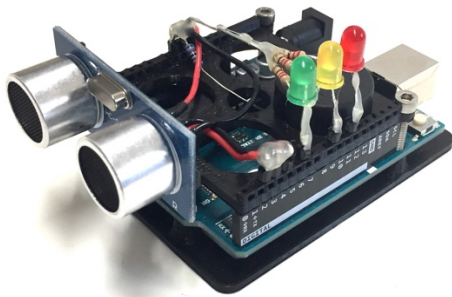

Abbildung 1: Arduino mit Ultraschallsensor
In diesem Projekt (Abb.1) wird ein Ultraschallsensor für eine Abstandsmessung verwendet. Der verwendete Sensor **HC-SR04** nutzt das Echo-Laufzeitverfahren. Er sendet Impulse mit einer Frequenz von 40kHz aus und bestätigt ihre Reflexion. Aus der Zeitdauer zwischen Senden und Empfangen des Signals kann bei bekannter Geschwindigkeit v ($= c_{Luft}$ = Schallgeschwindigkeit) die von dem Signal zurückgelegte Strecke s bestimmt werden ($s = v \cdot t$).
- Arduino UNO mit Ultraschall-Shield (Abb.1)